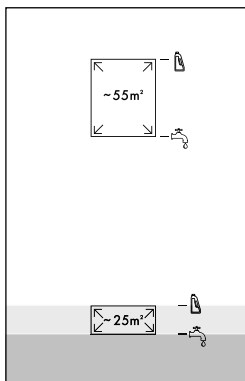

Fig. 8
- ♦ Para pequenas superfícies  (até 25 m²) introduza água canalizada ou água destilada até à primeira marcação de nível  no reservatório de água limpa ❶ (ver fig. 8).
- ♦ Para pequenas superfícies  (até 25 m²) introduza detergente até à segunda marcação de nível  no reservatório de água limpa ❶ (ver fig. 8).